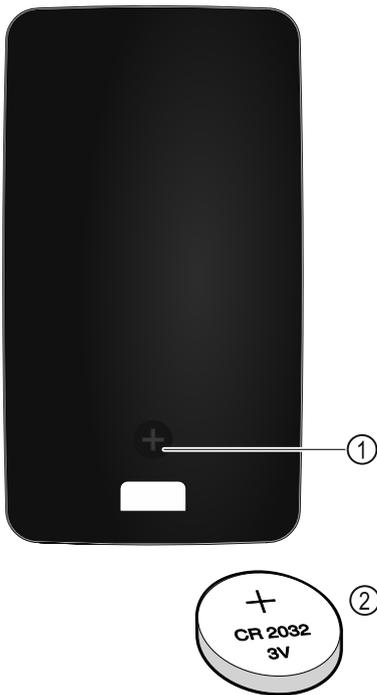

Fig. 223
遥控器由 3V 的 CR 2032 型电池供电 Fig. 223 (2)，该电池可从专业经销商处获得。
- ▶ 拧出遥控器背面的螺钉 Fig. 223 (1)。